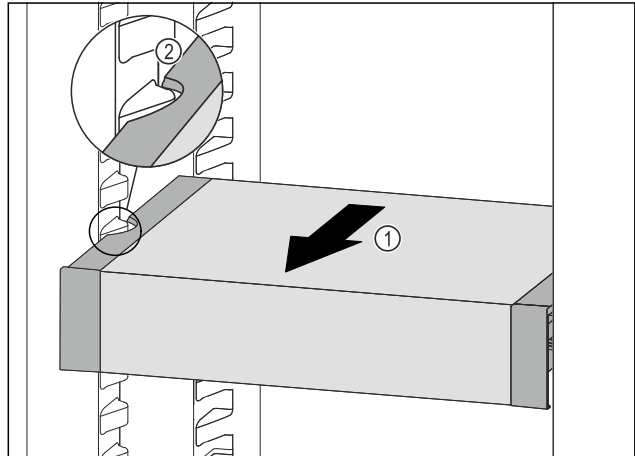

Fig. 65
- ▶ Вытягивайте VarioSafe вперед Fig. 65 (1), пока боковые выемки VarioSafe не окажутся на высоте выступа резервуара в холодильном отделении. Fig. 65 (2)